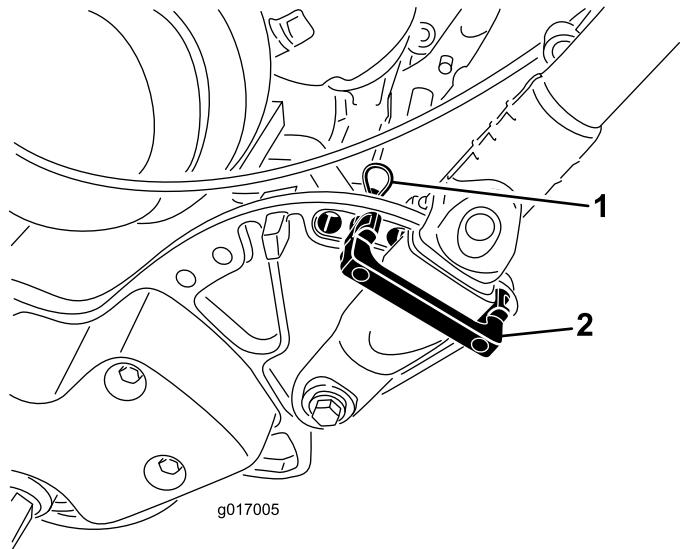

Figura 6
- Enquanto suporta o manípulo, remova as braçadeiras que fixam as pegas da barra de ligação às placas laterais (Figura 6).
- Rode o manípulo para a posição de operação desejadas, coloque um fixador do manípulo por cima da pega da barra de ligação e nos orifícios de alinhamento na placa lateral (Figura 6).
- Mantenha o fixador na posição com um contrapino de gancho (Figura 6).